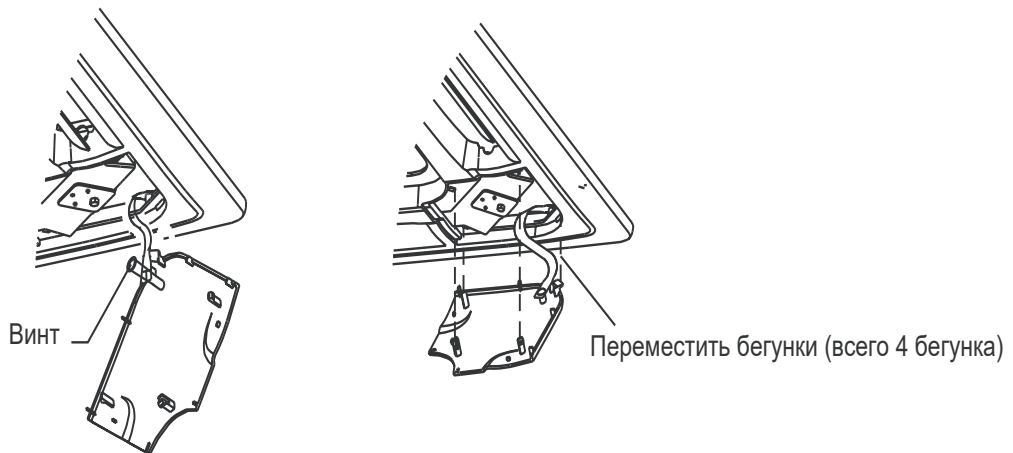

Рис.26
2. Слегка вдавить крышку в панель (Рис.26).